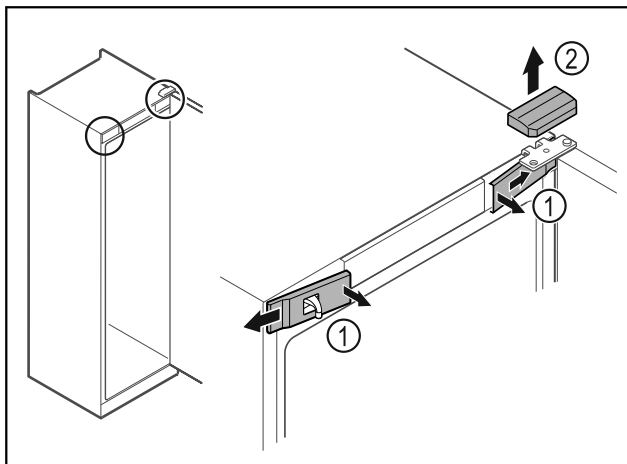

Fig. 10
- Disinnestare le coperture anteriori Fig. 10 (1) dall'interno ed estrarle lateralmente.
- Rimuovere la copertura superiore Fig. 10 (2) sollevandola verso l'alto.